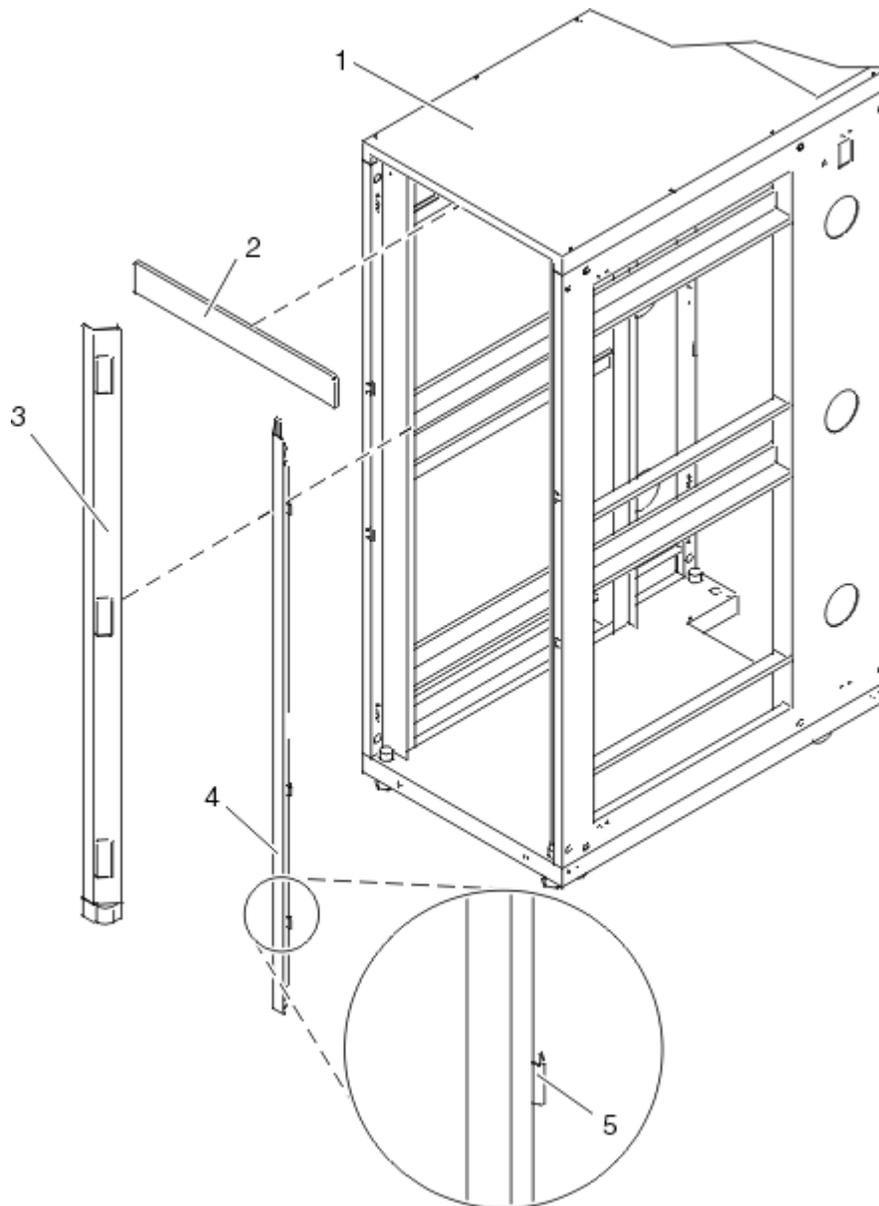

Abbildung 11. Trimmplatten ausbauen
2. Bauen Sie die obere, linke und rechte Trimmplatte aus. Die Trimmplatten werden mit Federbügeln an ihrem Platz gehalten (siehe Abbildung 11 auf Seite 16).